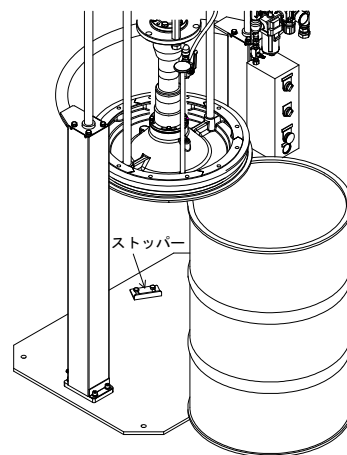

Fig.7
5. ドラム缶をインダクタープレートの真下になるようにベースのストッパーに合わせてセットしてください。（Fig.7）
6. コントロールボックスの切換スイッチを『下降』にし、インダクタープレートの底が、ドラム缶のフチに接近したら切換スイッチを『停止』にしてください。ドラム缶の位置がインダクタープレートの中心と合わない場合は、ストッパーの位置を修正してください。（Fig.7）